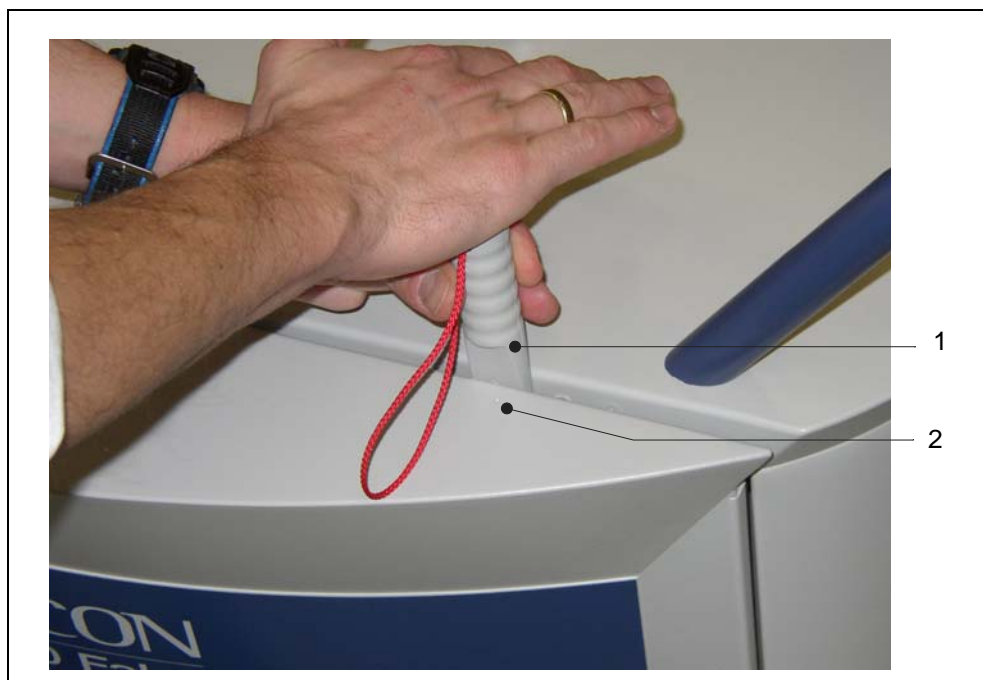

Fig. 9-1 Openen van de UL1000 und UL1000 Fab
- Druk de zijwandseparator, zoals weergegeven in Fig. 9-1, zo ver tussen de afdekkap en het chassis tot de afdekkap uit de houder schiet. Druk de afdekkap aan beide zijanten uit de houder. Kantel de kap enigszins naar buiten en til deze uit de centrepennen op de bodem van het apparaat.
- De correcte positie voor de zijwandseparator wordt weergegeven met een markering op de beide afdekkappen. Zie hiervoor Fig. 9-1/2.